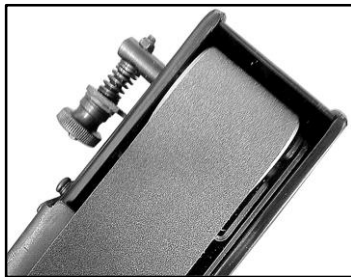

Fig. 4
3. À mesure que vous tournez la meule, observez comment la courroie abrasive se déplace sur le rouleau supérieur. Si la courroie est correctement centrée, elle devrait être centrée entre les côtés du couvercle de la courroie comme indiqué à la Fig. 4.